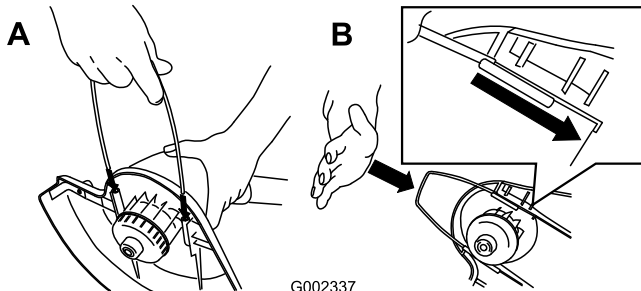

Bild 3
4. Installieren Sie die Metalldrahtführung (Bild 3) (nur Modell 51348).